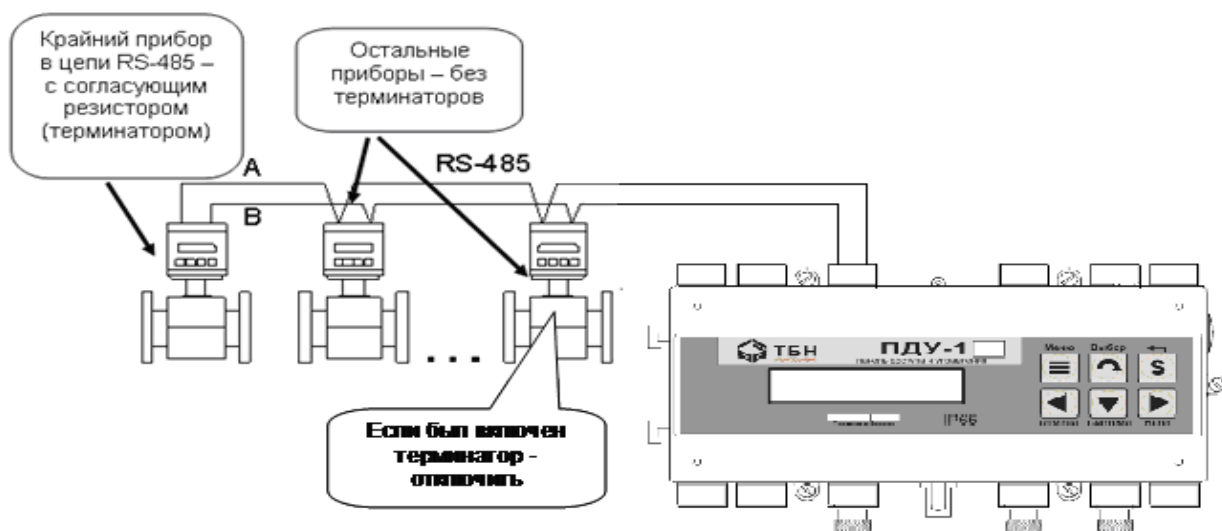

Рисунок 3— Подключение к сети RS-485
- ПДУ-1 должен быть крайним звеном в цепи приборов, объединённых в сеть RS-485 (не должен включаться в разрыв цепи RS-485, см. рисунок 3 );